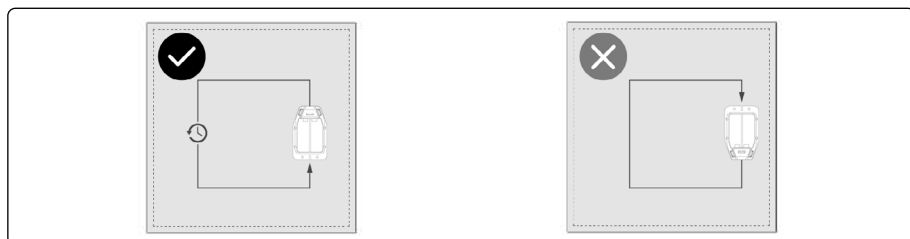

Рис. 9
- Установите зарядную станцию рядом с границей рабочей области и расположите её вдоль края газона против часовой стрелки. (Рис. 9)